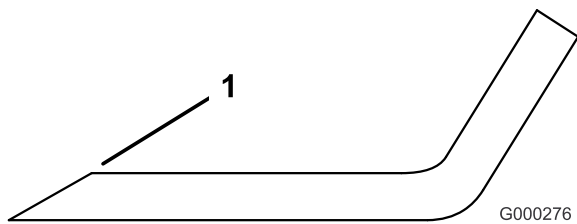

図 32
3. 全部のブレードの切っ先を丁寧に点検する。切っ先が鈍くなっていたり欠けていたりした場合には研磨する。研磨は刃先の上面だけに行い、刃の元々の角度を変えないように十分注意する(図 32)。ブレードの左右を均等に削れば、バランスを狂わすことなく研磨を行うことができる。